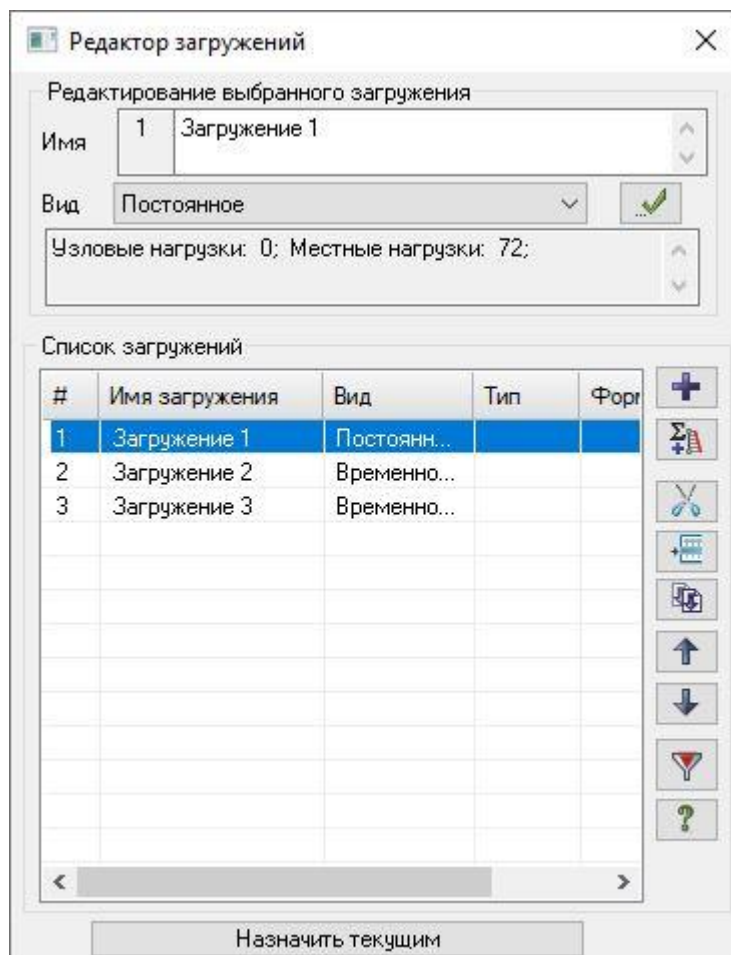

Рис.2.18. Диалоговое окно Редактор загрузений
- Вызовите диалоговое окно **Редактор загрузений** (рис.2.18) щелчком по кнопке  – **Редактор загрузений** (панель **Нагрузки** на вкладке **Создание и редактирование**).
Так как вид загружений задавался в диалоговом окне **Редактор загружений** (рис.2.18) таблица РСУ сформировалась автоматически с параметрами, принятыми по умолчанию для каждого загружения. Для данной задачи нужно только подтвердить назначенные параметры.